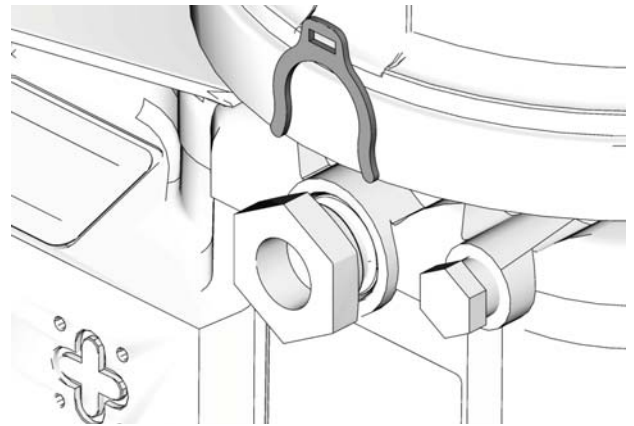

ABB. 12
Setzen Sie für eine Einstellung des Pumpenfördervolumen entweder kein (0) Distanzstück oder ein bzw. zwei Distanzstücke ein (ABB. 12).